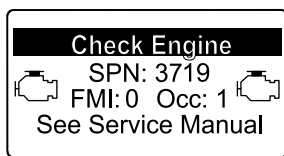

Figura 55
- Aviso do motor SPN 3719, FMI 0 (Figura 55)